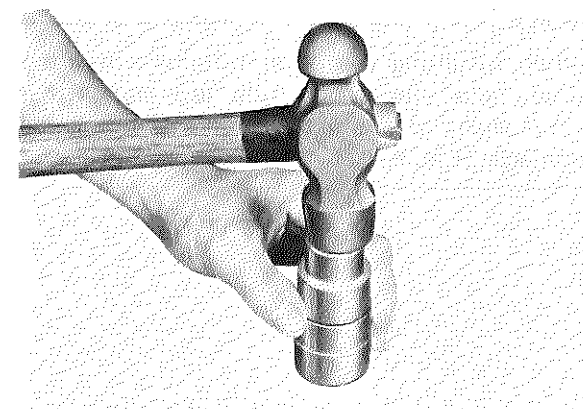

Fig. 5-6-6
6. Insert new seal with "open" side down using large socket and soft hammer (Fig. 5-6-6)
6. Chasser la bague neuve côté "ouvert" en bas, à l'aide d'une douille de diamètre approprié et d'un maillet (Fig. 5-6-6).
6. Neue Dichtung mit der "offenen" Seite nach unten einbauen; dazu eine große Hülse und einen weichen Hammer verwenden. (Fig. 5-6-6).